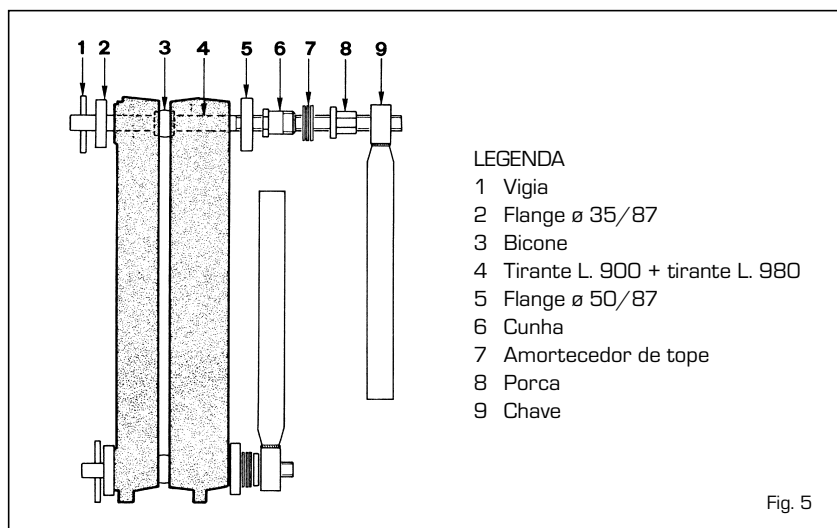

Fig. 5
- montar os elementos com o kit previsto para este fim, constituído por um par de tirantes para a montagem com os respectivos acessórios cód. 6050900 (fig. 5), fazendo pressão simultaneamente sobre o bicone superior e sobre o bicone inferior. No caso que, durante a operação, a união dos elementos não resultasse uniforme e paralela, colocar o formão na parte mais fechada e, fazendo pressão, levar aos mesmo nível as duas peças que devem ser acopladas. A união dos elementos se considera realizada no momento em que os bordos externos dos elementos entram em contacto;